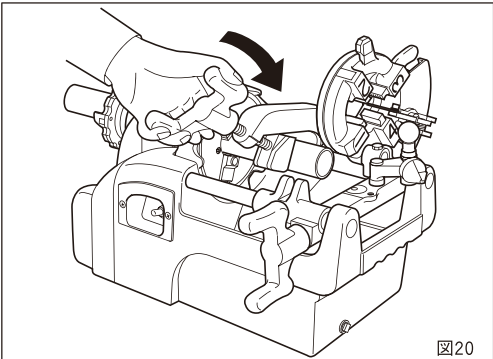

図20
- ① 使用しないダイヘッド・リーマを起こしてください。
- ② パイプの切断箇所を定めてパイプをしっかり固定します。
- ③ パイプカッタをパイプ径より大きくひらいて図のようにあてがい、パイプの切断箇所にカッタの刃を合わせてハンドルでローラーと刃がかかるあたるところまでちがづけてください。
- ④ スイッチを入れ、カッタハンドルをパイプ1回転で1／2以内の割合でまわしてください。(図20) 切断のときに最初から強い力で切り込むと、パイプの切り口がだ円形にゆがみ、正しい真円のねじが切れない場合がありますから、切り始めは、軽く締めつけながら徐々に切断してください。